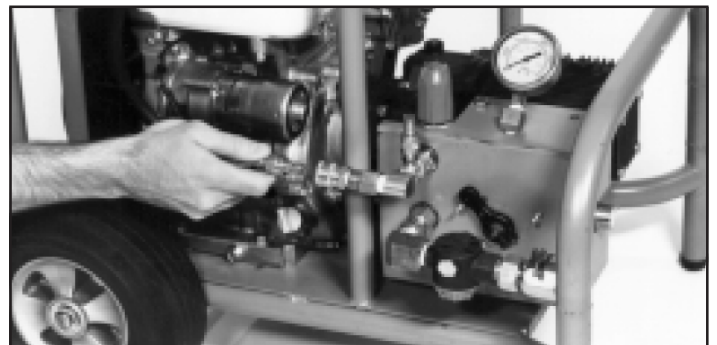

Рис. 2. Подсоединение шланга насоса
- Подсоедините соединительный шланг барабана к быстроразъемной муфте водяного насоса (рис.2).
4. Убедитесь, что соединительный шланг барабана или отдельный шланг подсоединены к выходной быстроразъемной муфте насоса. (см. рис.2).
4. Подсоедините один конец 15-ти метрового соединительного шланга (или любого другого шланга, рассчитанного на давление не менее 20,7 МПа) к быстроразъемной муфте насоса (см. рис. 2), а другой - к входному (IN) штуцеру ножного клапана (рис. 7). Для предотвращения подтеков жидкости по резьбе используйте герметик.